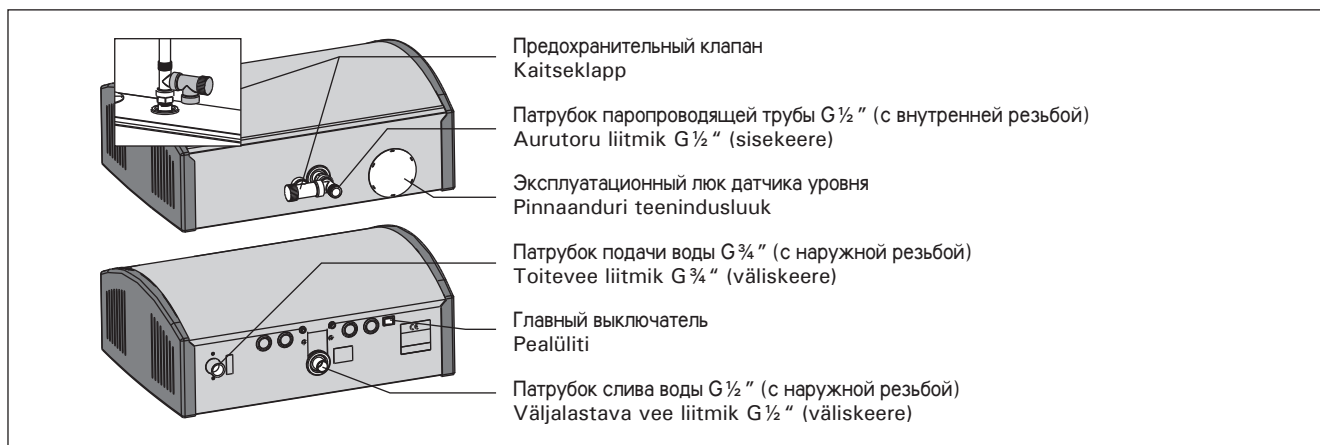

Рисунок 10. Схема соединений парогенератора
Смотрите рис. 10. Труба для подачи воды должна быть оснащена запорным вентилем. Максимально допустимое давление подаваемой воды в трубе для подачи воды составляет 1 МПа (10 бар).
**Внимание!** Пар должен беспрепятственно выходить из сопел. В случае блокировки паровых сопел и/или каналов пар выходит из предохранительного клапана (рисунок 10).